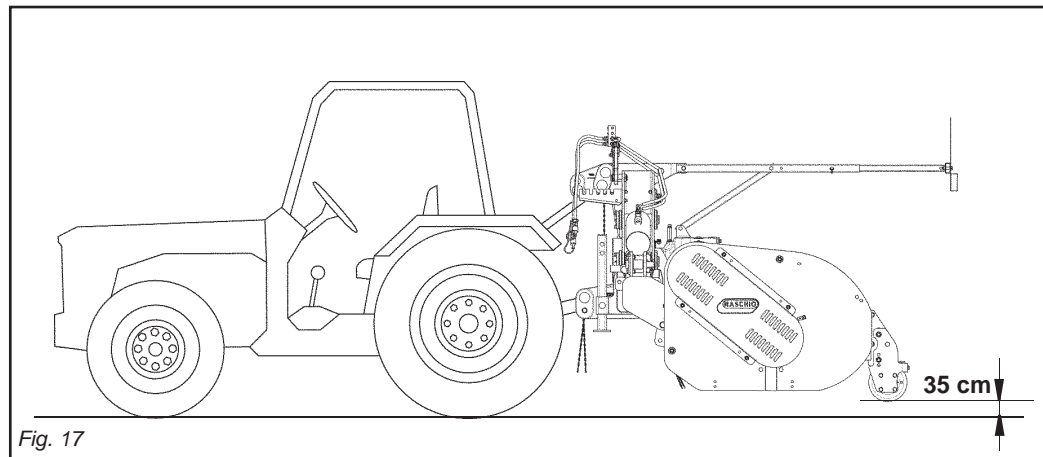

Fig. 17
Durante il trasporto ed ogni qualvolta si renda necessario il sollevamento, è opportuno che il gruppo di sollevamento della trattrice venga regolato in modo che la macchina stessa, sia sollevata da terra di circa 35 cm (Fig. 17).
*During transport and whenever lifting is required, the lifting unit of the tractor should be regulated so that the machine is raised about 35 cm from the ground (Fig. 17).*
Pendant le transport et chaque fois que le soulèvement est nécessaire, il est important que le groupe de relevage du tracteur soit réglé de manière à ce que la machine, soit soulevée du sol d'environ 35 cm (Fig. 17).
*Während des Transports und jedes Mal, wenn das Heben erforderlich wird, ist dafür zu sorgen, dass das Hubwerk des Traktors zu eingestellt wird, dass die Maschine selbst sich circa 35 cm vom Boden abgehoben befindet (Abb. 17).*
Durante el transporte y cada vez que se haga necesaria la elevación, es conveniente regular el grupo de elevación del tractor en modo tal que la máquina misma, resulte elevada del terreno aproximadamente 35 cm (Fig. 17).